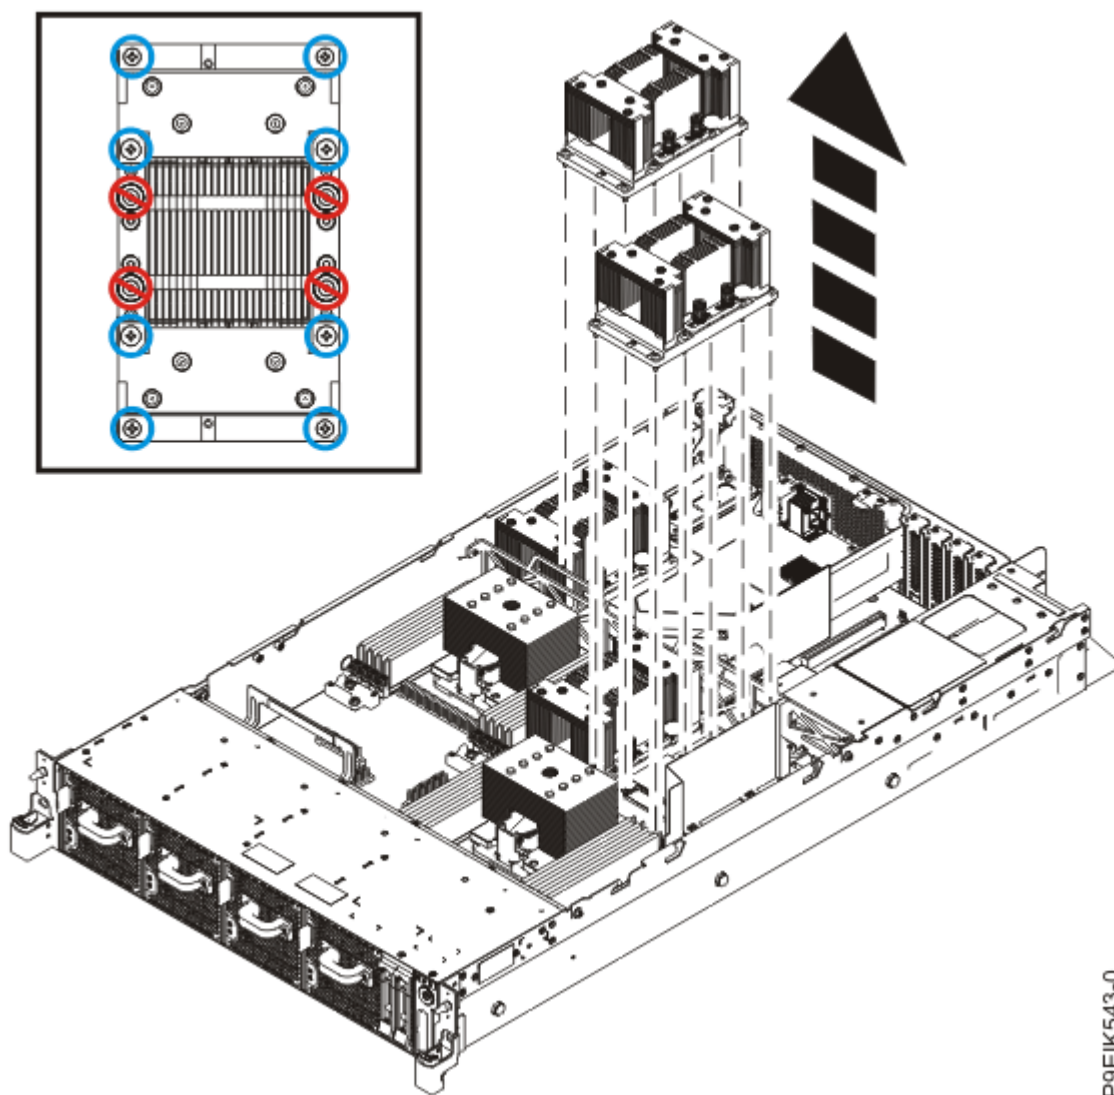

図 24. 1つの GPU につき 8 本のねじの取り外し (4 本のばね付きねじは緩めない)
3. 取り外す GPU の 8 本のねじを取り外します (36 ページの図 24 を参照)。